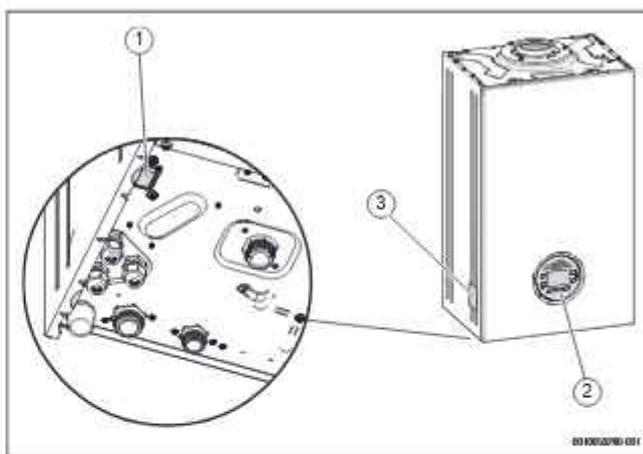

Fig. 1 Aperçu du produit
- ▶ Allumer l'appareil avec l'interrupteur marche/arrêt (→ Figure 1, page 4).
- ▶ Éteindre l'appareil via l'interrupteur MARCHE/ARRÊT (→ Figure 1, page 4).